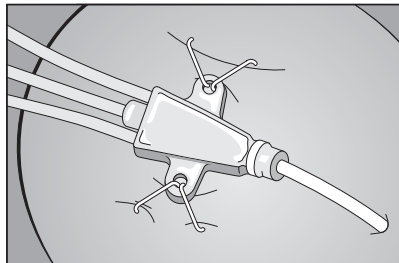

Figura 2
4. Aperte firmemente o dispositivo de ancoragem para fechar oagrafo e fixar o cateter à pele (consulte a Figura 2).